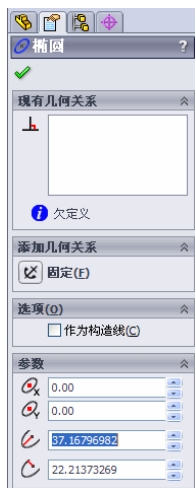

图 2-34 “椭圆”属性管理器
- ① 执行命令。在草图绘制状态下，选择菜单栏中的“工具”→“草图绘制实体”→“椭圆”命令，或者单击“草图”工具栏上的“椭圆”图标按钮，此时鼠标变为形状。
- ② 绘制椭圆的中心。在绘图区域合适的位置单击鼠标左键，确定椭圆的中心。
- ③ 确定椭圆的长半轴。移动鼠标，在鼠标附近会显示椭圆的长半轴 R 和短半轴 r 。在图中合适的位置单击鼠标左键，确定椭圆的长半轴 R 。
- ④ 确定椭圆的短半轴。移动鼠标，在图中合适的位置，单击鼠标左键，确定椭圆的短半轴 r ，此时会出现如图 2-34 所示的“椭圆”属性管理器。
- ⑤ 修改椭圆参数。在“椭圆”属性管理器中修改椭圆的中心坐标，以及长半轴和短半轴的大小。
- ⑥ 确认绘制的椭圆。单击“椭圆”属性管理器中的“确定”图标按钮，完成椭圆的绘制。